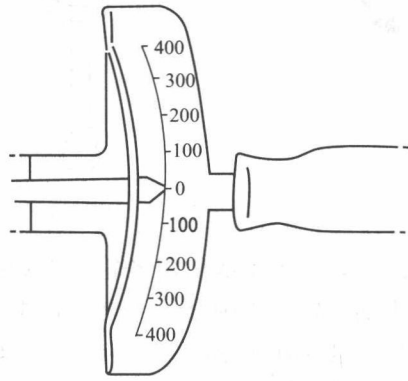

图 1-2-25 检查指针指向零位
(3) 使用方法 扭力扳手的结构和使用方法如图 1-2-25 所示。
① 指针式扭力扳手的使用方法 指针式扭力扳手结构相对比较简单，其力臂由单片板簧构成，在拧紧螺栓或螺母时，板簧变形，利用该变形，拧紧力矩直接显示在靠近扳手柄的地方，即通过刻度盘读出。